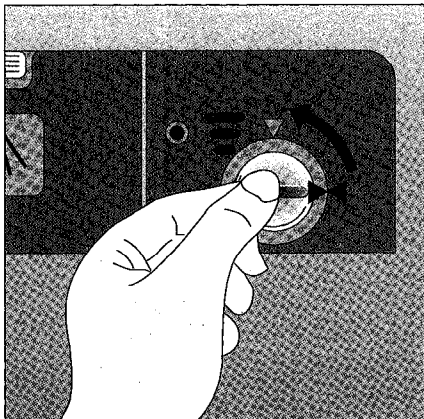

Bild 6
- ☐ Zur Dosiereinstellung Verschlußdeckel des Vorratsbehälters um $\frac{1}{4}$ Umdrehung entgegen dem Uhrzeigersinn drehen und öffnen (Bild 6).